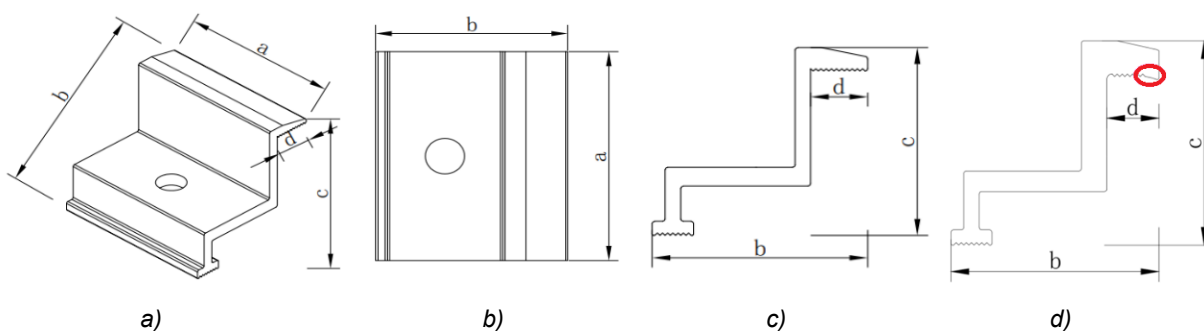

Figure 11. Schéma de la pince recommandée.
Les étriers ne doivent pas être installés en contact avec le verre avant du Module et ne doivent pas déformer ou exercer une pression excessive sur le châssis de Module. Schéma de la pince recommandée illustré comme suit (voir Figure 11). Assurez-vous que les étriers ne créent pas d'ombre sur le Module. Le châssis ne peut en aucun cas être modifié. Lors du choix de la méthode de montage des étriers, assurez-vous qu'il y a au moins quatre étriers sur chaque Module. Différentes positions de montage des étriers, ainsi que la manière dont les rails supportent les modules, déterminent la capacité de charge maximale du Module. Table 7 à Table 9 comme suit, montrez les différentes méthodes de montage et les positions des étriers et des rails en fonction des différentes méthodes de montage. La distance entre la position d'installation de l'étrier côté long et le bord est représentée par L dans Table 7 à Table 9. La distance entre la position d'installation de l'étrier côté court et le bord est représentée par S dans Table 8 et Table 9.
- Il est recommandé de monter les Modules surdimensionnés (taille supérieure à 2,2 x 1,3 m) avec les étriers de carrossage illustrés dans Figure 11 - d), ce qui permet aux étriers de mieux s'adapter au châssis et d'offrir des performances plus stables dans des conditions environnementales extrêmes.